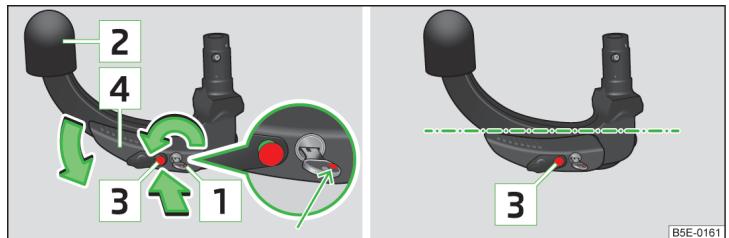

Abb. 154 Bereitschaftsstellung einstellen / Bereitschaftsstellung
- Den Schlüssel **1** drehen, sodass seine rote Markierung sichtbar ist » Abb. 154.